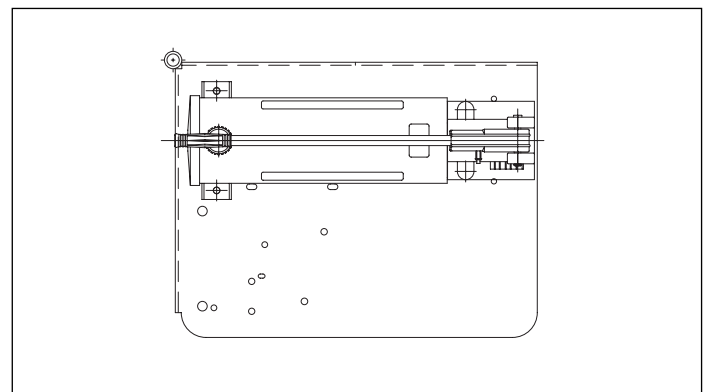

Figura 4, Bomba Manual P-392
3. Monte a **bomba manual** com quatro parafusos no suporte, usando as peças fornecidas. Use os apoios fornecidos para segurar a cabeça da bomba. Consulte figura 4.